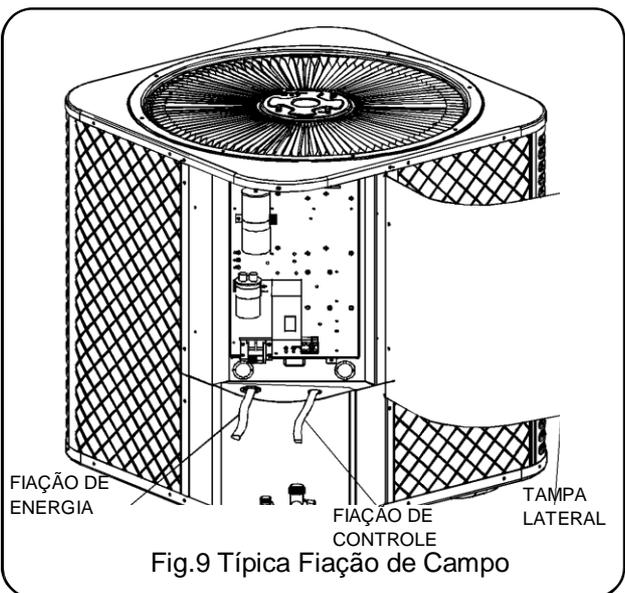

Fig.9 Típica Fiação de Campo
2. Remova os parafusos do lado da tampa lateral. Deslize a tampa lateral para baixo e a retire da unidade. Veja fig. 9.